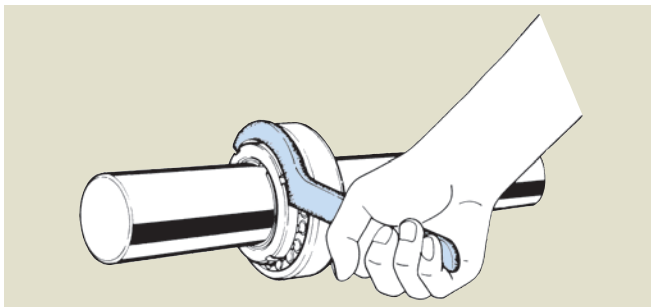
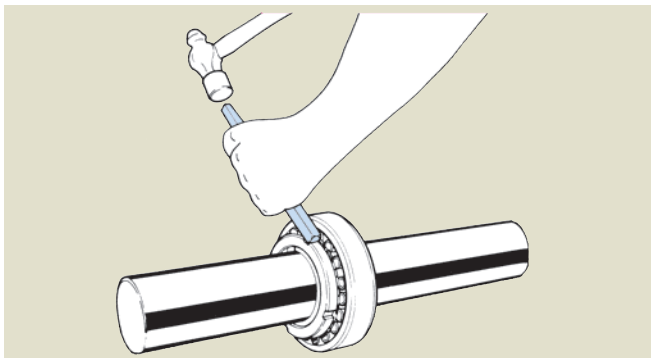

図5
図6
(2) ナットの締付けは、図5に示すフックスパナを利用すると便利です。フックスパナがない場合は、図6のように適当な大きさの当て金の先端をナットの切欠部に合わせて、ハンマで叩いて締付けます。乱暴な打撃は、ナットの切欠部が変形し、かえりが出て軸受を傷つける場合があります。